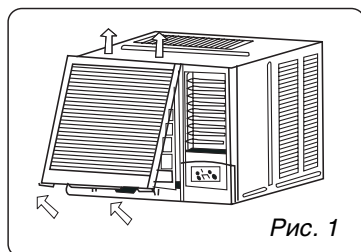

Рис. 1
1. Возьмитесь за углубление под лицевой панелью, потяните ее на себя и вверх. Снимите лицевую панель (рисунок 1).